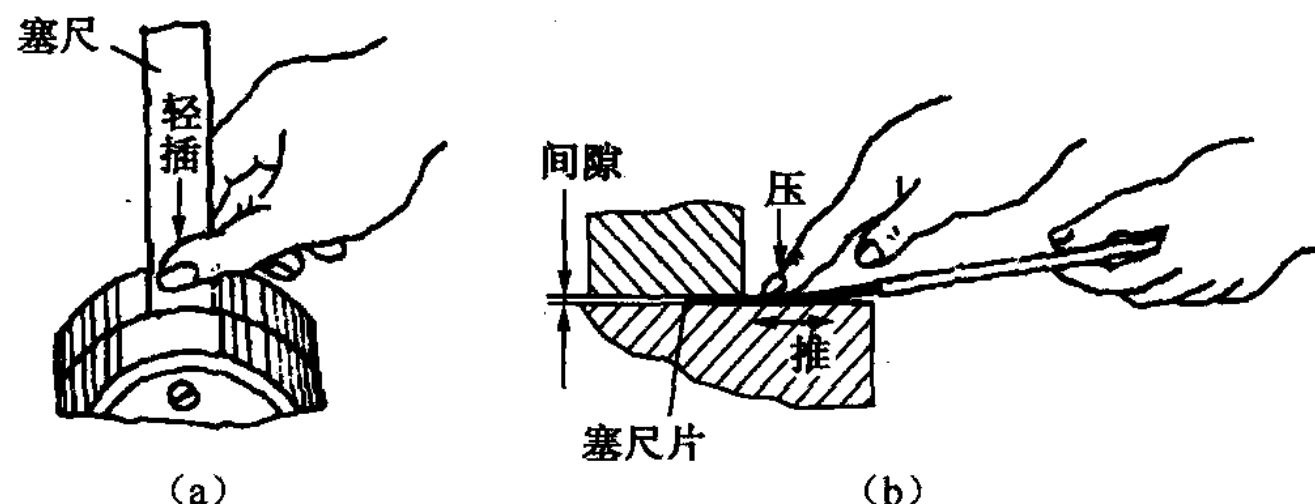

图 1-10 塞尺的使用方法
②塞尺片按厚度偏差及弯曲度, 分为特级和普通级。
(3) 使用方法 塞尺的使用方法如图 1-10 所示。尺片塞入后来回抽动, 有轻微的阻滞感觉时, 尺片的厚度即为被测的间隙。